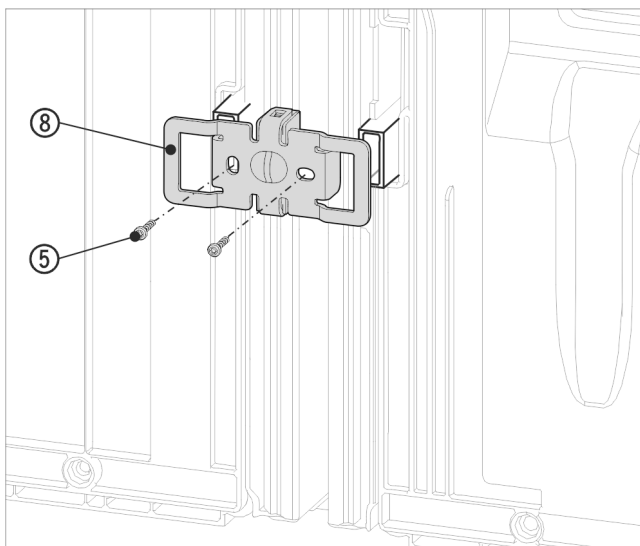

Fig. 18 Rappresentazione esemplificativa
- Spingere di nuovo la squadretta Fig. 18 (8) con gli incavi sull'alloggiamento per i distanziatori a parete.
- Avvitare saldamente con 2 viti Fig. 18 (5).